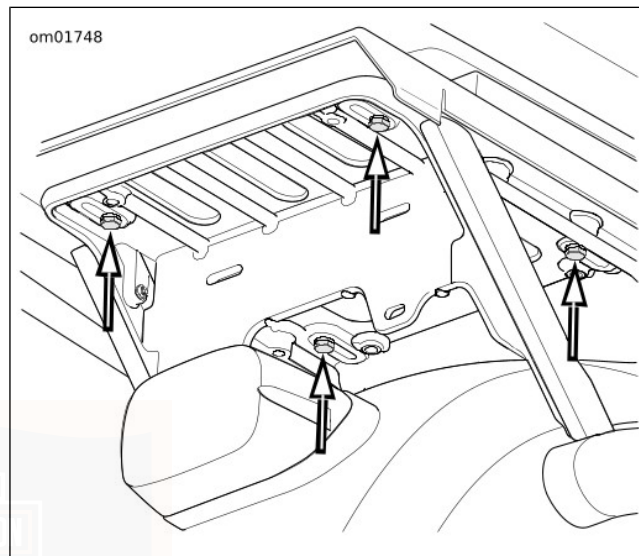

Figura 56. Viti della staffa del Tour-Pak (modelli APC)
1. Vedere Figura 56. Rimuovere le quattro viti che fissano la staffa del Tour-Pak al supporto.